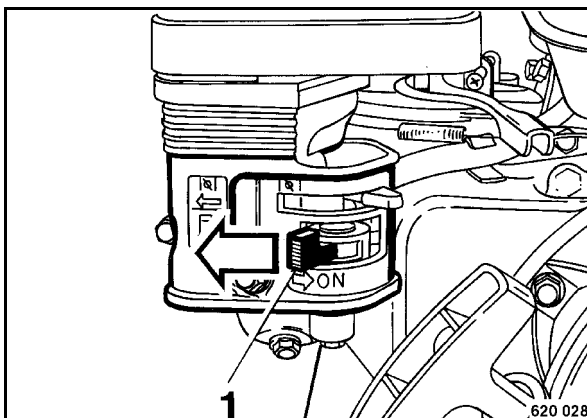

рис. 29
- Закрывать топливный кран 1 (рис. 29).